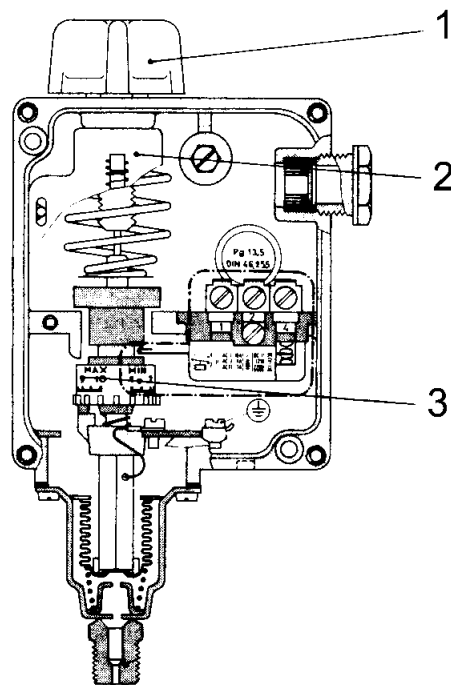

Рис. 10
• Калибровка реле давления (Рис. 10)
- Вращайте ручку регулятора (1) до тех пор, пока указатель шкалы (2) не достигнет значения давления, необходимого для начала работы горелки;